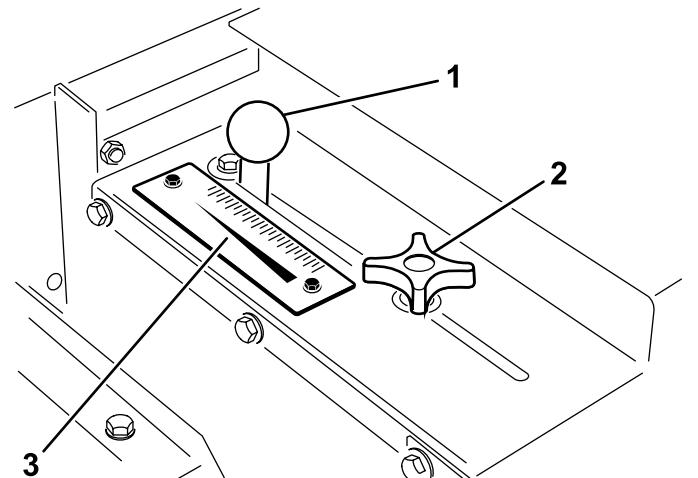

Figura 19
- Allentate la manopola di bloccaggio (Figura 19) in modo da consentirne lo scorrimento nella scanalatura.
- Posizionate la manopola della sponda (Figura 19) nella posizione desiderata e serratela per fissare la regolazione.
Utilizzate la relativa scala (Figura 19) per determinare la portata desiderata. Vedere Volume di applicazione della sabbia \(pagina 18\).